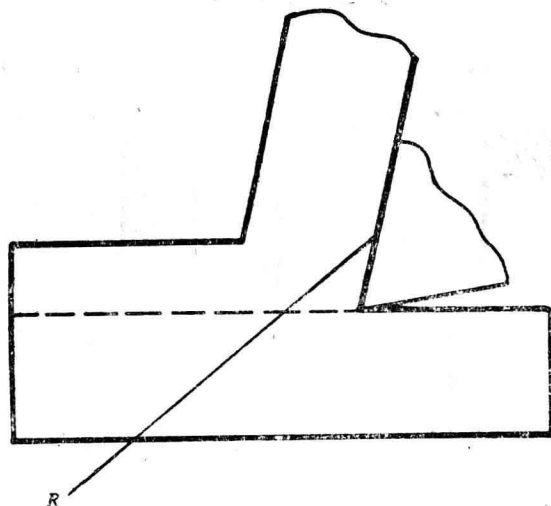

图12 画出三个变形区
36. 试在图12上绘出三个变形区、刃前区、第一变形区的始滑移线、终滑移线、晶粒纤维化方向等。